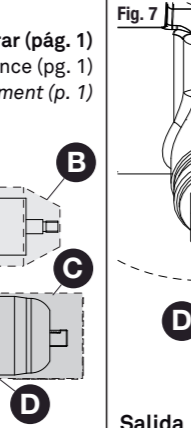

Fig. 7
- 3) Instalar el cuerpo con el indicador "UP" (D) hacia arriba. El agua caliente se conecta a la izquierda y el agua fría a la derecha. Instale las salidas a su gusto, teniendo en cuenta el diagrama (F). Use teflón en todas las conexiones de rosca (Fig. 7).
- 3) Install the valve with the "UP" indicator (D) pointing upwards. Hot water must be connected at the left and cold water at the right. Install the outlets considering the diagram (F). Please use teflon in all the threaded fittings (Fig. 7).
- 3) Installez le corps avec l'indicateur "UP" (D) vers le haut. La connexion de l'eau chaude se fait sur la gauche et la froide à droite. Installez les sorties à votre convenance, en tenant compte du schéma (F). Faire un joint de téflon sur toutes les connexions filetéés (Fig. 7).